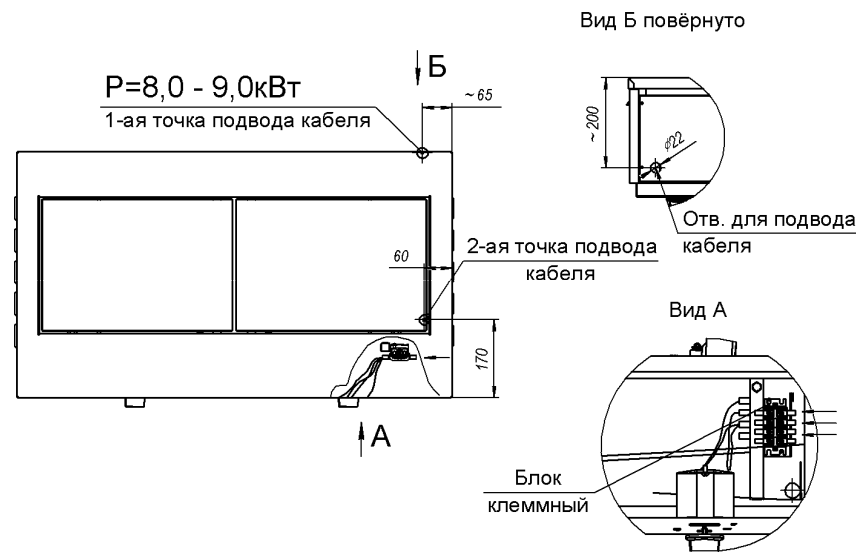

Рис.5
Рекомендуем, подвод электропитания к плите производить, скрытой в полу, трубной разводкой. Диаметр трубы – не менее 1/2" (Ø=22мм), (см. рис.5). Электропровода, заводимые в плиту, до блока клеммного, должны иметь термоустойчивую изоляцию, с температурой длительной эксплуатации не менее 150°С.
6.8 Подвод электропитания к плите произвести через автоматический выключатель типа АЕ, АП или аналогичный. Блок клеммный, для подключения плиты к э/сети, расположен за правой облицовочной панелью шкафа (см. рис.5).